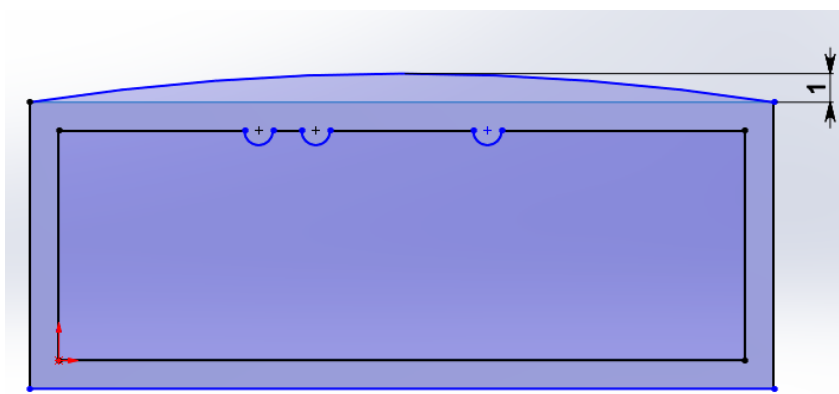

Рис. 9. Построение эскиза
10. Выбрав новую плоскость, создадим эскиз, представленный на рис. 9. Его отличие от прошлого в том, что прямая линия сверху заменяется дугой. После этого можно закрыть редактор эскиза, нажав иконку  в верхнем правом углу окна просмотра модели.